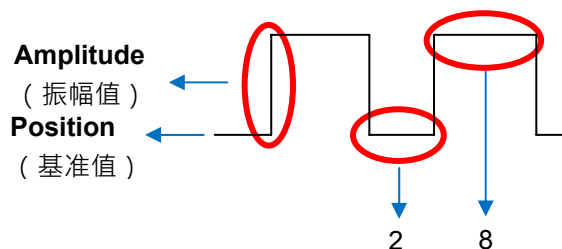

图 4-6 方波
- ❶ 名称 (N) : 请输入此Simulation的识别名称，至多可输入 50 个字符。
- ❷ 依据选择的类型 (T) 右方可设置的参数将随之变动，说明如下。
- **Square** (方波): 设置 **Position** (基准值)、**Amplitude** (振幅值)、**Period** (周期时间)、**Phase** (初始相位)、**Ratio** (比例), 产生基准值~基准值加振幅值之间范围的方波, 且基准值时间与周期时间的比例值为 **Ratio** 值设置。如图 4-6 为 **Ratio** 值设为 0.2 的波形。